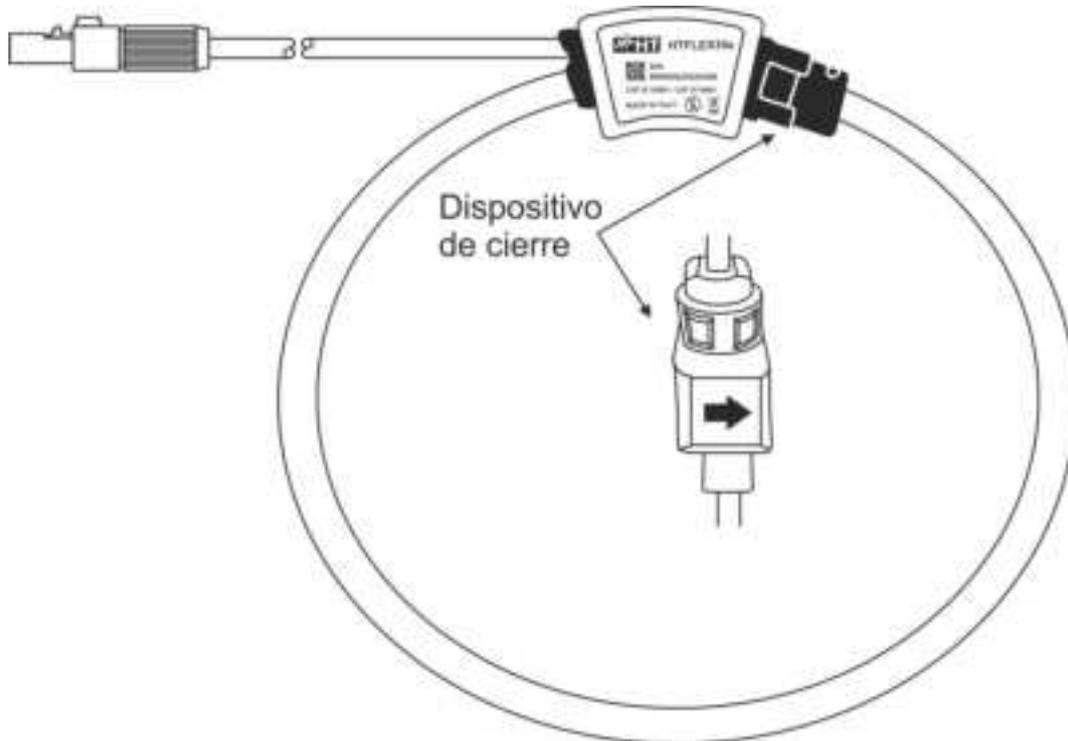

Fig. 2: Descripción de transductor HTFLEX35e
La pinza HTFLEX35e, ligera y flexible, es un transductor de corriente que puede ser envuelta alrededor de la mayor parte de los conductores. El transductor tiene una curvatura predefinida que permite maniobrar con facilidad alrededor de los conductores (ver Fig. 2). La versatilidad aplicativa y el grado de aislamiento diferencian el transductor HTFLEX35 de los otros métodos de medida de corriente. El transductor de medida está construido utilizando materiales no ferrosos, minimizando en tal modo cualquiera influencia para acoplamiento magnético sobre el circuito bajo prueba.
La pinza de corriente a diferencia de la mayor parte de los actuales TA, ha sido proyectados para permitirle al operador de posicionarla alrededor del conductor sin interrumpirlo. Aunque la salida del Transductor HTFLEX35e sea CA, en algunos casos puede ser necesario orientar el transductor de modo tal que a los terminales de salida la polaridad sea definida (Ejemplo: medidas de potencia). Éste puede ser hecho instalando el transductor alrededor del conductor prestando atención a la flecha impresa sobre el dispositivo de cierre (ver Fig. 2) dirijase en la dirección dónde, circula la corriente, o bien del generador a la carga. Cuando se realicen medidas sobre instalaciones trifásicas, es además necesario respetar la correspondencia entre la sonda voltiamperimétricas del instrumento de medida conectado y el transductor de pinza relativos a la misma fase.
1. Envolver la bobina alrededor del conductor, uniendo los dos extremos de la pinza, respetando la flecha en la parte trasera del dispositivo de cierre (ver Fig. 2) que indica, por convención, la dirección de la corriente desde el generador a la carga